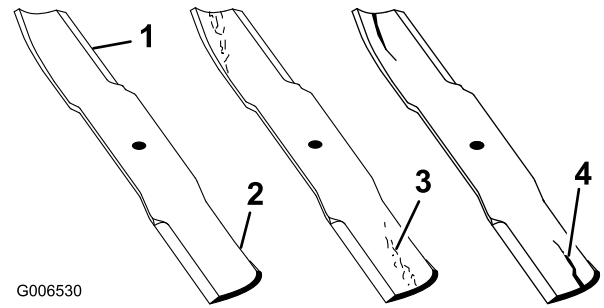

Figure 84
1. Examinez le tranchant des lames (Figure 84). Si les lames coupent mal ou présentent des indentations, déposez-les et aiguiser-les (voir Aiguisage des lames).
2. Inspectez les lames, surtout la partie relevée (Figure 84). Remplacez immédiatement toute lame endommagée, usée ou qui présente une entaille (Figure 84).